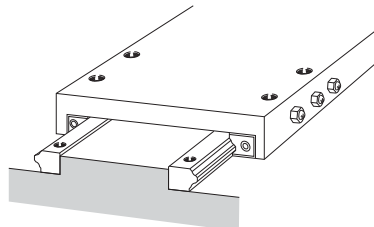

Рис.23
- а. Желательно использовать три болта регулировки зазора для каждой каретки LM, как показано на Рис.23.